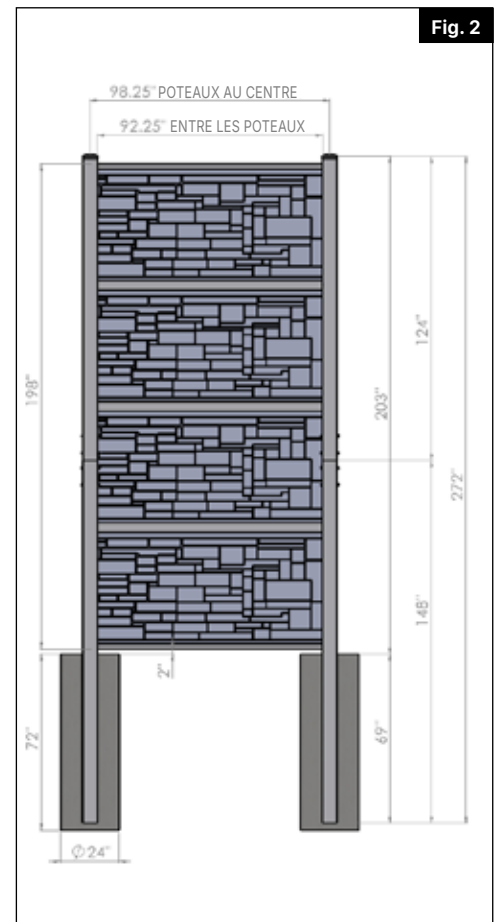

Fig. 2
- b. Insérez le raccord dans le poteau en poutre en I de 148" alignez les trous de boulons et fixez à l'aide des pièces fournies (boulons de 5/8"- 7" de long, (2) rondelles plates, rondelle élastique et écrou (Fig. 2).
- c. Insérez l'autre poutre en I avec le raccord dans la poutre en I de 124", alignez les trous de boulons et fixez à l'aide des pièces fournies (boulons de 5/8"- 7" de long, (2) rondelles plates, rondelle élastique et écrou (Fig. 2).
- e. Installez le support du niveau suivant en laissant un espace de ½" entre le haut du panneau de remplissage et le bas du support. Assurez-vous que le rail H est à niveau et fixez le rail aux supports (Fig. 2).